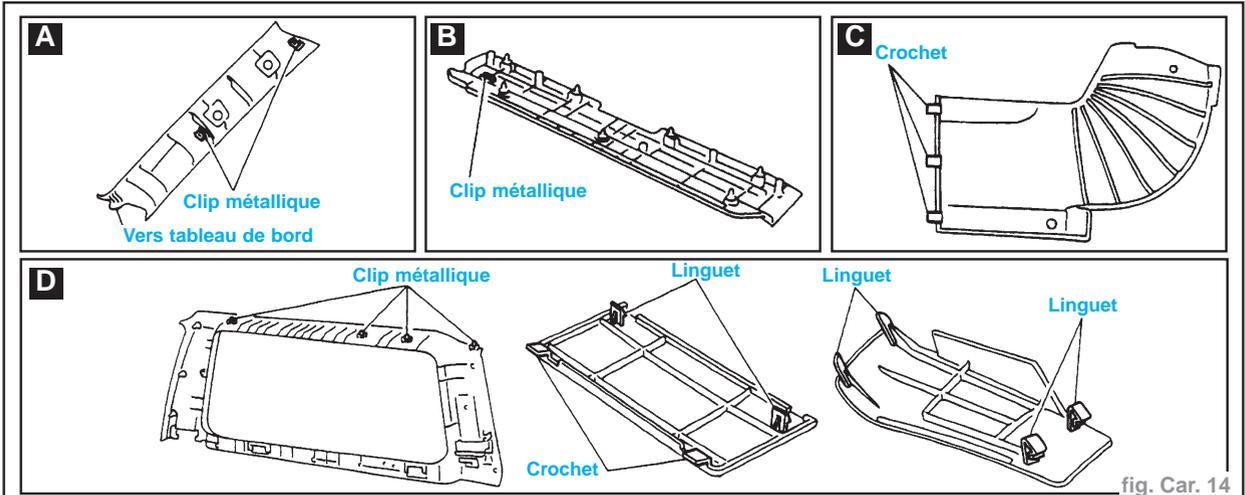

fig. Car. 14
- Voir (fig. Car. 14 et 15)
- 3 Les bordures de marche-pied (A).
- 7 Les garnitures du montant avant (B).